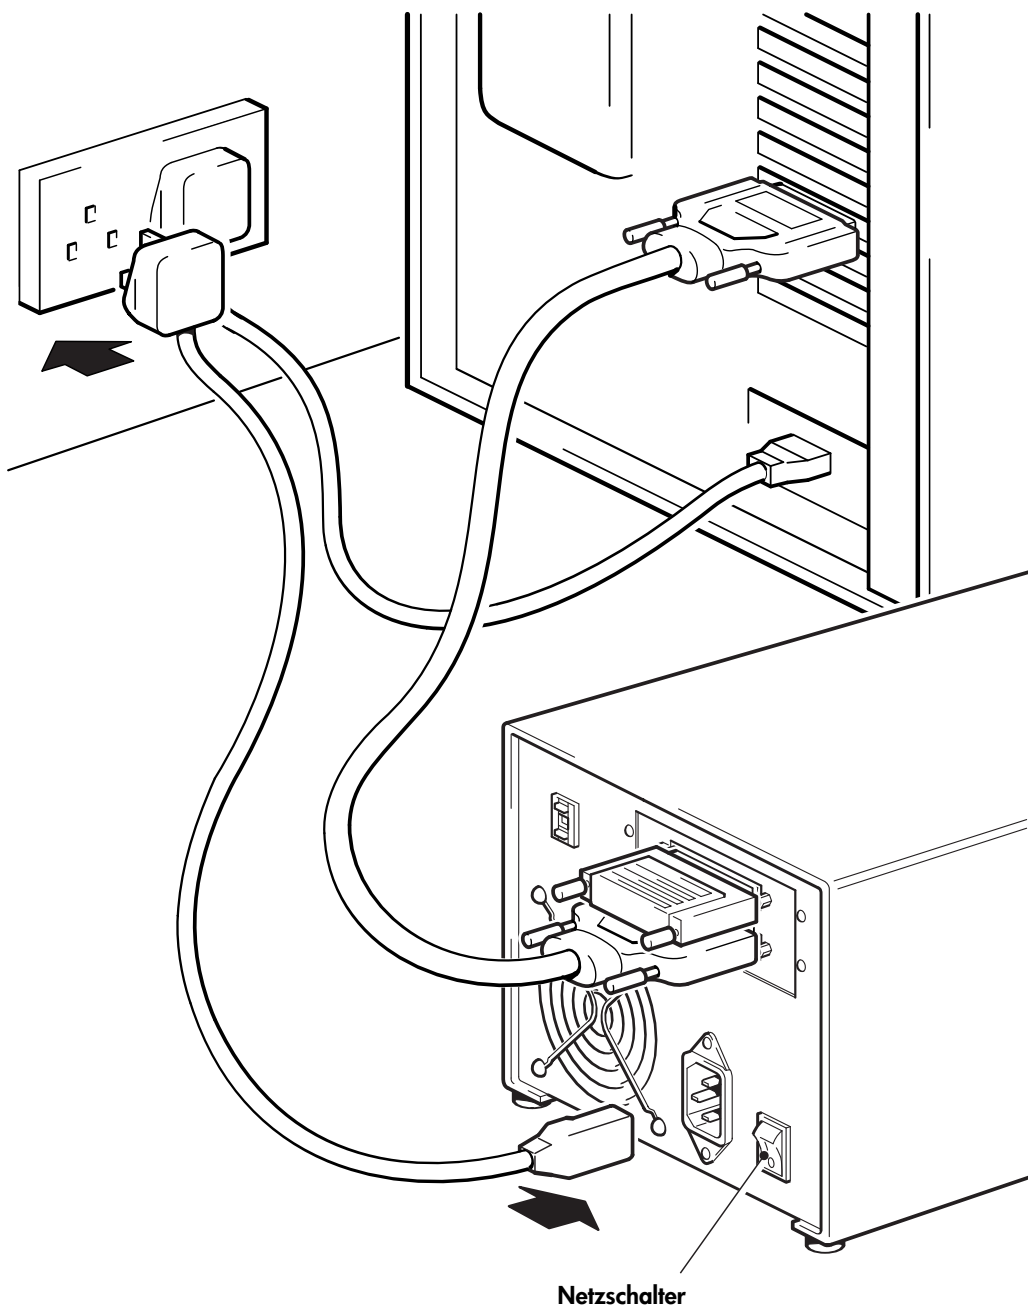

Abbildung 6: Anschließen des Netzkabels
- 2** Stecken Sie das Netzkabel fest in den Netzanschluss auf der Rückseite des Bandlaufwerks. (Siehe Abbildung 6.)